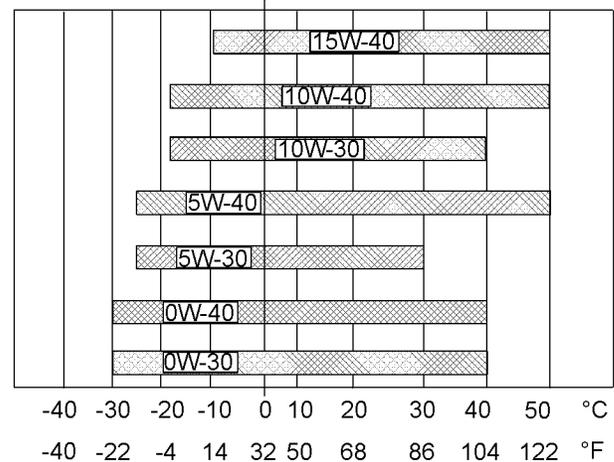

Abbildung 51
Siehe Abbildung 51 (Mindesttemperatur) zur Bestimmung der notwendigen Ölviskosität zum Starten eines kalten Motors.
Siehe Abbildung 51 (Höchsttemperatur) zur Bestimmung der notwendigen Ölviskosität für den Motorbetrieb bei der höchsten zu erwartenden Umgebungstemperatur.
- Siehe die entsprechenden "Schmierstoffviskositäten". Siehe Abbildung 51 zur Bestimmung der für den Motor richtigen Viskositätsklasse.